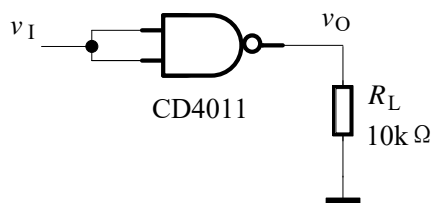

图 1 电压传输特性的测试电路
测试电路如图 1 所示,  $v_I$  是由函数信号发生器输出 100Hz、0~5V、对称性 50% 的锯齿波, 利用示波器的 XY 时基模式观测电压传输特性曲线。
3. 如要观测 CMOS 门电路的直流噪声容限与电源电压的关系，需改变图 1 电路中芯片工作电压  $V_{DD}$  和测试电路输入信号  $v_i$ 。请你根据实验室现有的仪器设备及其主要技术指标判断能否进行实验。如能，请写出  $V_{DD}$  和  $v_i$  的取值，并画出电压传输特性曲线；如不能，请写明原因。